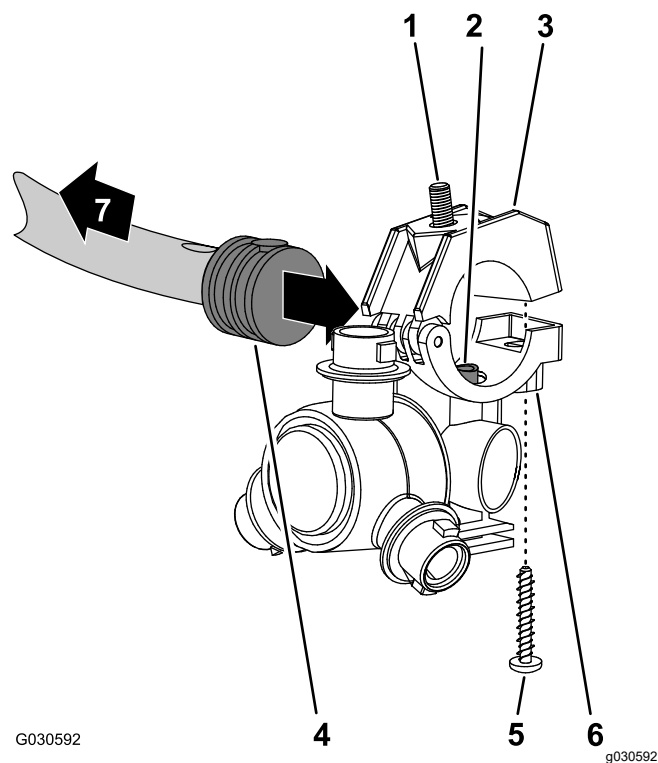
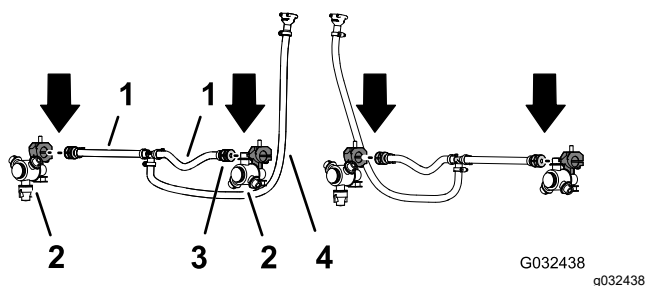

Figura 80
Figura 81
1. Trabajando con las boquillas de fumigación que retiró en 12 Retirada de las mangueras de las boquillas de fumigación del sistema de 3 secciones (página 34), retire los tornillos de acero inoxidable que sujetan las mitades superiores de las abrazaderas a las bases (Figura 80).
2. Localice el orificio en el lateral del conector dentado simple, al final de la manguera de 25 cm (10") (válvula de fumigación 5 o 6) de la sección de brazo central (Figura 80 y Figura 81).
3. Alinee el tubo de trasvase de la base de una boquilla de fumigación (Figura 80) con el orificio situado en el lado del conector dentado simple (½").
4. Cierre la mitad superior de la abrazadera alrededor del conector dentado y sujete la mitad de la abrazadera y el cuerpo de la boquilla de fumigación (Figura 80) con el tornillo de acero inoxidable (Nº 12 x 1¼"); apriete el tornillo de acero inoxidable a 226 – 282 N·cm (20 – 25 pulgadas-libra).
5. Repita los pasos 2 a 4 con los conectores dentados simples de los demás conjuntos de manguera (válvula de fumigación 5 o 6) de la sección de brazo central (Figura 80 y Figura 81).